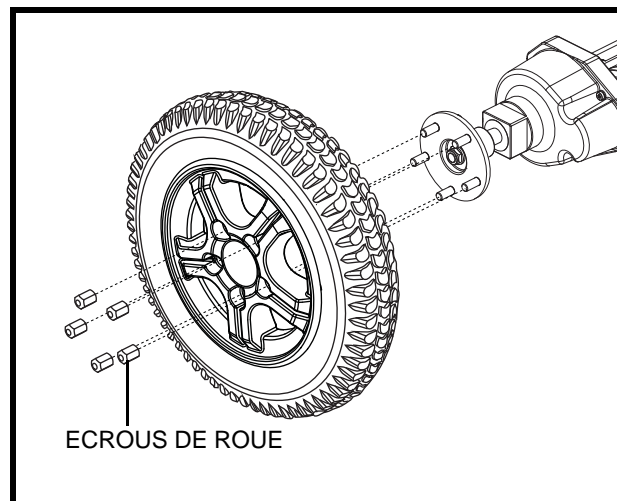

Figure 20. Enlèvement de la roue motrice
4. Retirez les écrous de roue du moyeu. **Voir la figure 20.**